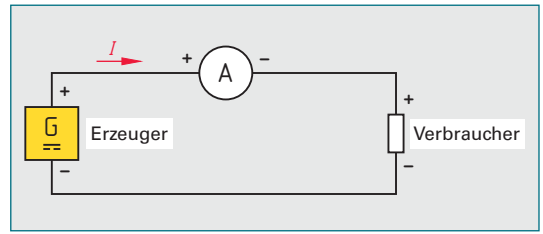

Bild 1: Strommessung in einem Stromkreis
Der elektrische Strom kann nur in einem geschlossenen Stromkreis fließen (**Bild 1**).
Die Stromstärke hat die *Einheit* Ampere (A), benannt nach Ampère (sprich: Ampähr), franz. Physiker, 1775 bis 1836. Sie wird durch einen Strommesser gemessen, der in den Stromweg geschaltet wird (Bild 1). Die Stromstärke hat das Formelzeichen I .